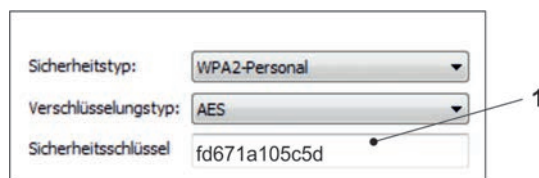

Abb. 26-19 Sicherheitsschlüssel eingeben und verbinden
4. Sicherheitsschlüssel (Passwort) (Auslieferungszustand = PUK; hier fd671a105c5d als Beispiel) (Abb. 26-19 Pos. 1) eingeben und verbinden.